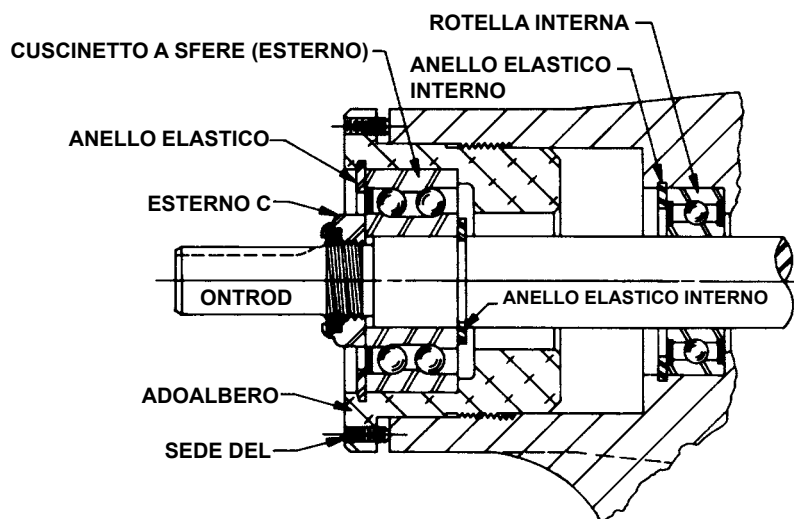

FIGURA 9 - ASSEMBLAGGIO DEL REGGISPINTA SIZE G, GG, H, HJ E HL
6. Inserire una barra di ottone o un pezzo di legno duro nell'apertura della bocca e tra i denti del rotore per evitare la rotazione dell'albero. Girare in senso antiorario il dado di bloccaggio e rimuoverlo. Vedere **Figura 9 o 10**, pagina 6.
7. Allentare le due viti d'arresto della sede del cuscinetto e girare in senso antiorario l'alloggiamento del reggispira e rimuoverlo dalla camicia. Vedere **Figura 9 o 10**, pagina 6.
Vedere **Figura 9**, pagina 6.
G, GG, H, HJ, HL: Rimuovere l'anello elastico esterno dalla sede del cuscinetto e rimuovere il cuscinetto a sfere. Vedere **Figura 9**.
13. G, GG, H, HJ, HL: Installare l'anello elastico nella scanalatura nell'albero. Vedere **Figura 9**, pag. 6.
14. Riempite a metà la camera di lubrificazione posta tra il cuscinetto interno e quello a doppia sfera nell'assemblaggio del reggispira con un grasso polivalente, NLGI #2. Il reggispira occuperà lo spazio rimanente. Vedere **Figura 9 o 10**, pagina 6.
G, GG, H, HJ, HL: Installare il cuscinetto nella sede con il lato della protezione rivolto verso la parte terminale dell'accoppiamento dell'albero. Vedere **Figura 9**, pagina 6. Installare l'anello elastico nell'alloggiamento del cuscinetto per la sua tenuta. Questo anello elastico ha una punta rastremata che si adatta alla scanalatura della sede del cuscinetto. La punta rastremata è distante dal cuscinetto a sfere.
Vedere **Figura 9 e 10**.